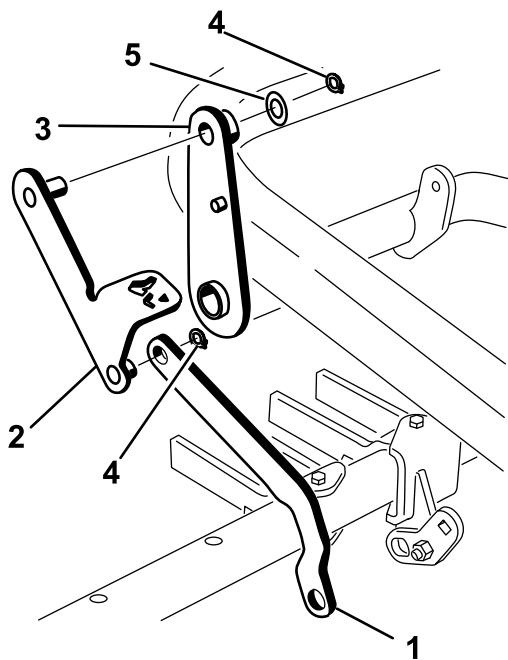

图 15
3. 将机具架连杆的末端滑到踏杆总成的短立柱上用卡环固定图 15。
4. 穿过控制杆总成的顶部将立柱安装到踏杆总成的另一端并使用垫圈 7/8 英寸和卡环将其固定如图 15。